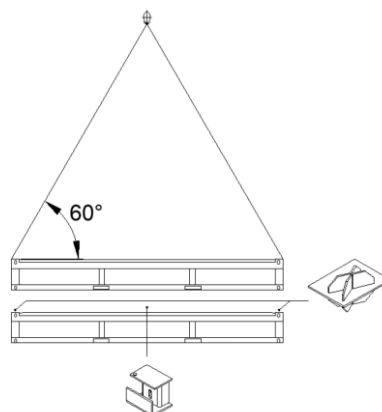
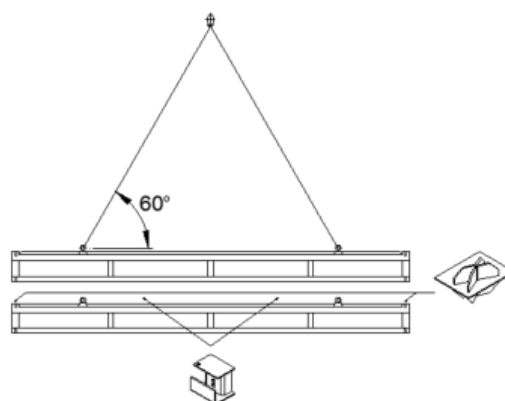

Bild 2
Bild 4
- Mellan varje paket måste vardera 4 st. stacking cones (i modulkörnen) användas på 10', 16' och 20' och vardera 2 st. spännkilar på 16' och 20' (på de längsgående takbalkarna 1 st. per sida – se bild 2) respektive vardera 4 st. spännkilar på 24' och 30' (på de längsgående takbalkarna 2 st. per sida – se bild 4).